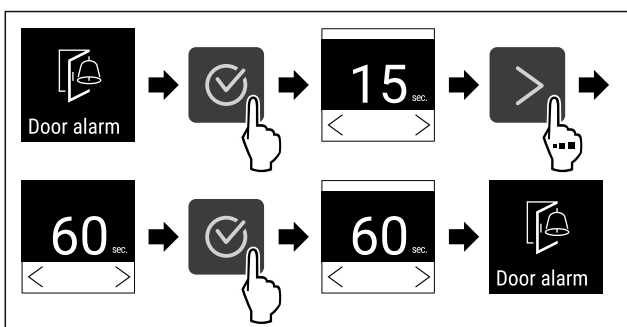

Fig. 95
- ▶ Выполните шаги действия (см. Fig. 95) .